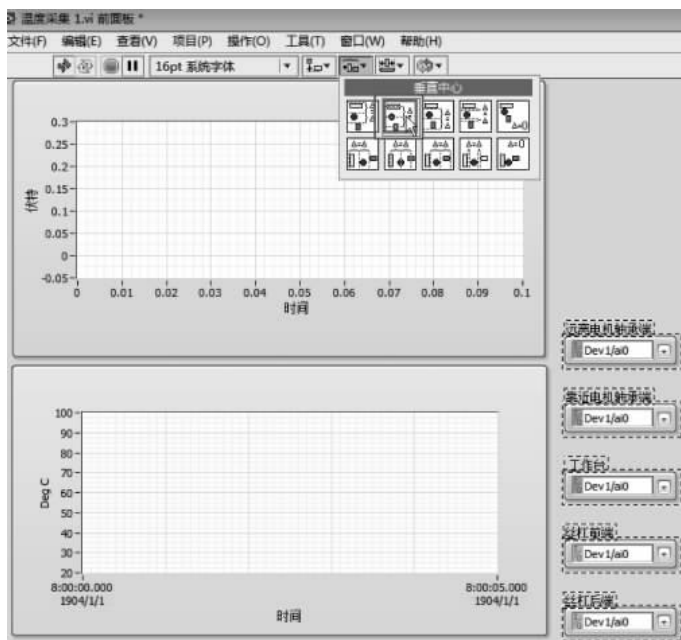

图 3-36 设置控件间等间隔
(2) 等间隔。单击工具栏中的  “分布对象”→“垂直中心”图标,如图 3-36 所示。